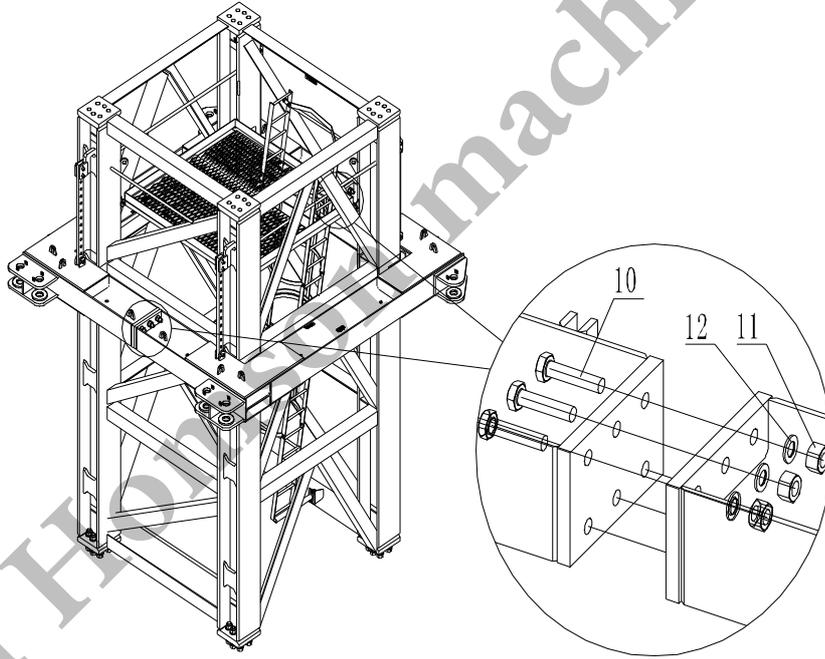

图 7.4-5
e. 用 12 套螺栓(10)、螺母(11)和垫圈(12)将两个半梁连接在一起,见图 7.4-5。